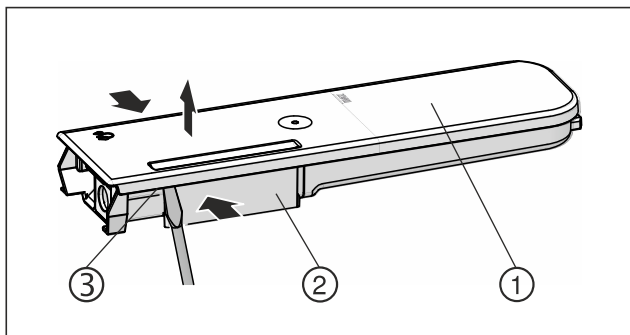

Fig. 135
- Стиснете резервоара за вода Fig. 135 (2) и внимателно откачете и изтеглете нагоре капака Fig. 135 (1) над фиксиращите палци Fig. 135 (3).
- Раздвижете капака Fig. 135 (1) леко напред-назад и го свалете нагоре.